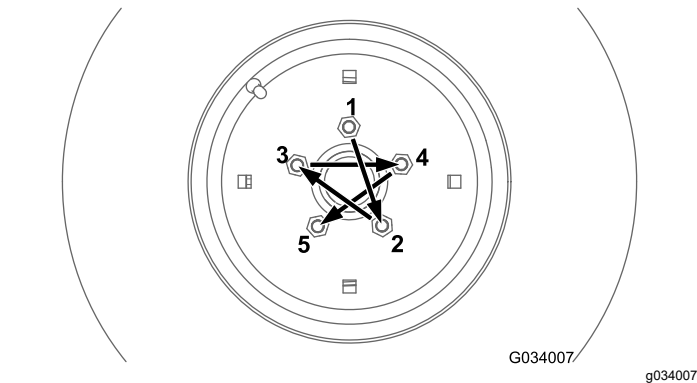

Рисунок 69
Затяните зажимные гайки передних и задних колес (только на машинах с полным приводом) в порядке, показанном на Рисунок 69 и Рисунок 70, с указанным моментом затяжки.
- Передние колеса: см. Рисунок 69